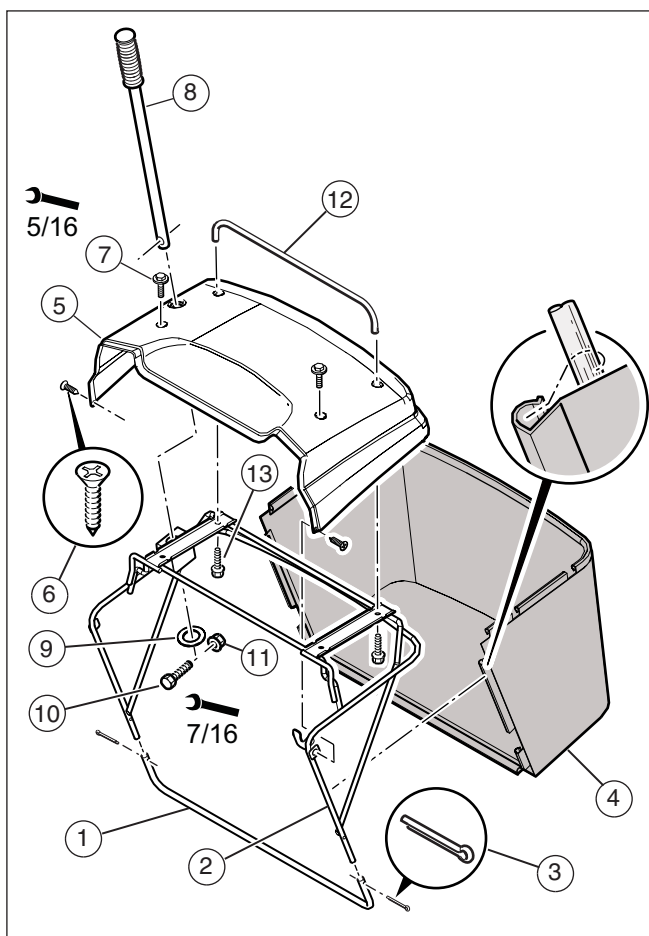

**Figura 3**
1. Certifique-se de que as rodas da frente apontam para a frente conforme ilustrado na **Figura 3**.
2. Encaixe o fole (1, **Figura 3**) sobre a consola.
3. Encaixe a coluna de direcção (2) na consola.